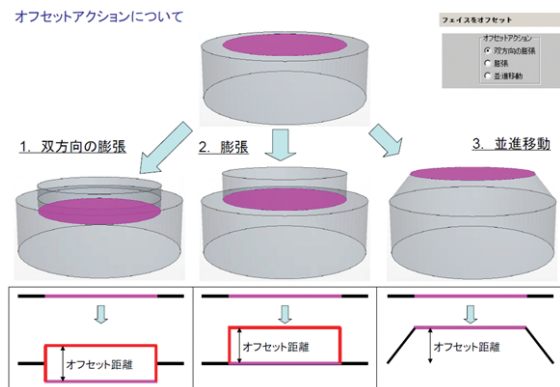

図2 オフセットアクション
**A** オフセットアクションの選択により、フェイスオフセットを実行した後の状態に違いが現れます。具体的には下記のとおりです。図2とあわせてご参考ください。